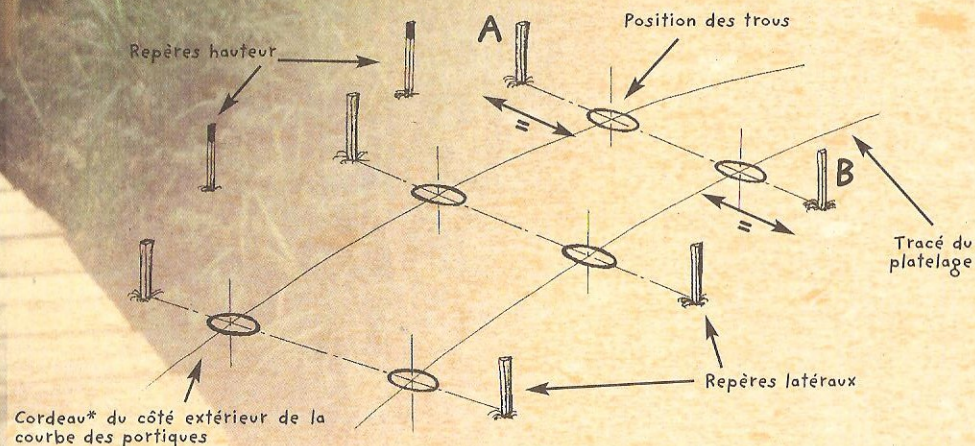

Figure 2 : positionnement du platelage
- Placer le portique dans les trous : ajuster l'alignement du "H" sur les repères A et B et le centrer par rapport à ces mêmes repères (=). (voir fig.2)
Positionnement latéral du platelage (voir fig.2)